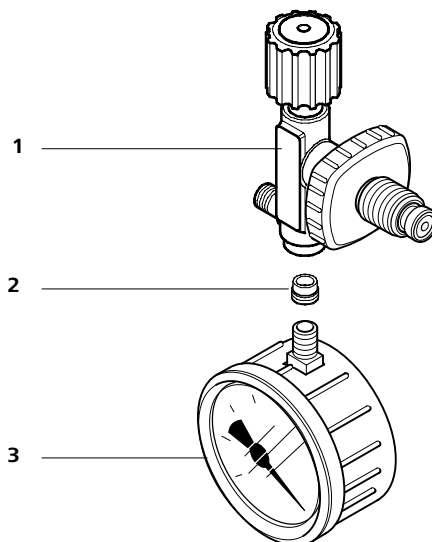

Fig. 22 Sinterfilterinsats
- Skruva av manometern (3, Fig. 22) från påfyllningsventilen (1).
- Lossa sinterfiltret (2) med en lämplig, bred skruvmejsel.